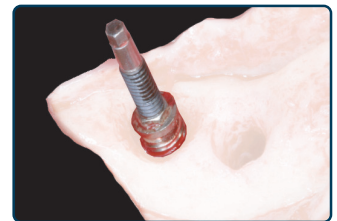
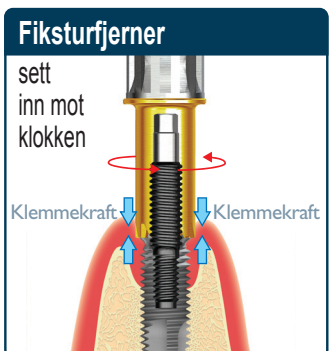

Fig. 4
Fig. 5
- Med fiksturfjerningsskruen på plass (Fig. 4), gjeng fiksturfjernerer manuelt (Fig. 5) på fiksturfjerningsskruen **mot klokken**.